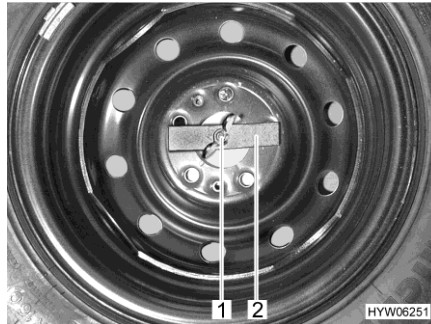

Fig. 240 Rueda de repuesto en el espacio de almacenamiento trasero
- Aflojar con la mano la tuerca de mariposa (Fig. 240,1) y retirarla.
- Retirar la pieza de presión (Fig. 240,2).